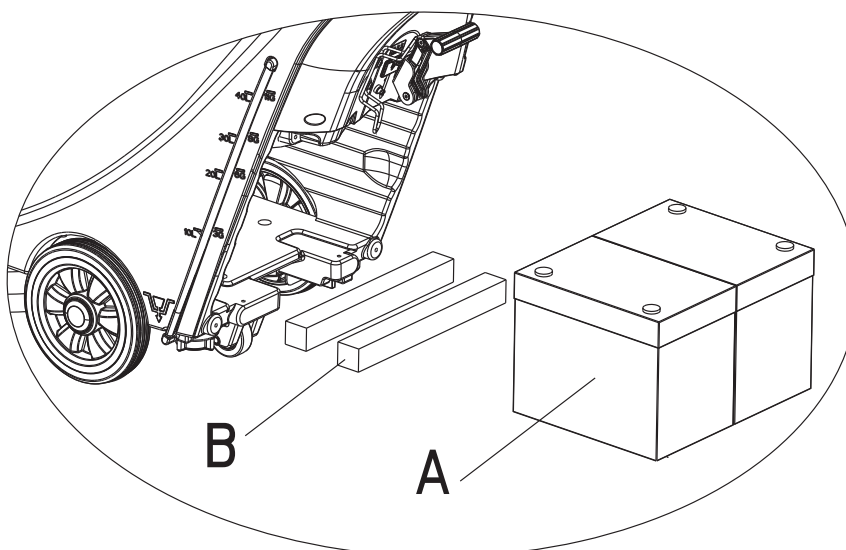

FIGURA 6
- 1) En el caso de una batería de longitud por debajo de 270 mm, utilice 2 piezas de la placa de fijación (B, Figura 6) y colóquelas una al lado de la otra en la batería del depósito de agua;
- 2) En el caso de una batería de longitud entre 310mm-270mm, utilice 1 pieza de la placa de fijación (B, Figura 6) y colóquela en la batería del depósito de agua;